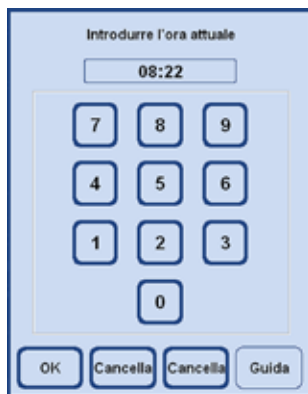

Fig. 93
- La pressione del tasto **ORA** apre una finestra in cui si può inserire l'ora attuale (fig. 93). L'ora può essere impostata solo indicando i minuti esatti.